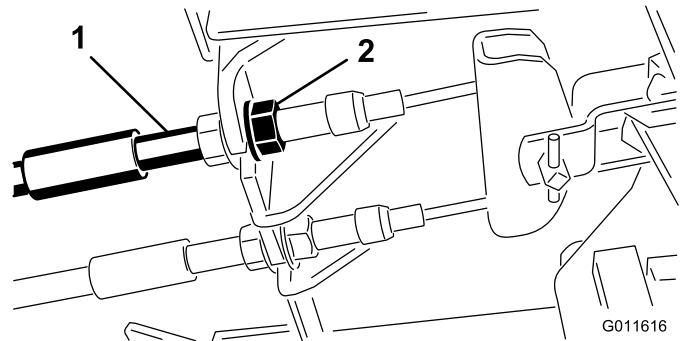

Figura 43
1. Per ridurre il gioco dei pedali del freno, stringete i freno allentando il dado anteriore sull'estremità filettata del cavo del freno (Figura 43).